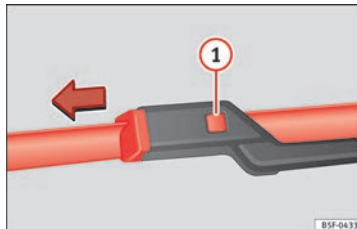

Fig. 78 Cambio de las escobillas del parabrisas.
- Si estuvieran muy sucias, aplique cuidadosamente una esponja o un paño » **fig. 78** ① en **Cambio de las escobillas limpiaparabrisas y limpialuneta de la** **pág. 92**.
- Mantenga presionada la tecla de desbloqueo » **fig. 78** ① tirando ligeramente de la escobilla en el sentido de la flecha.